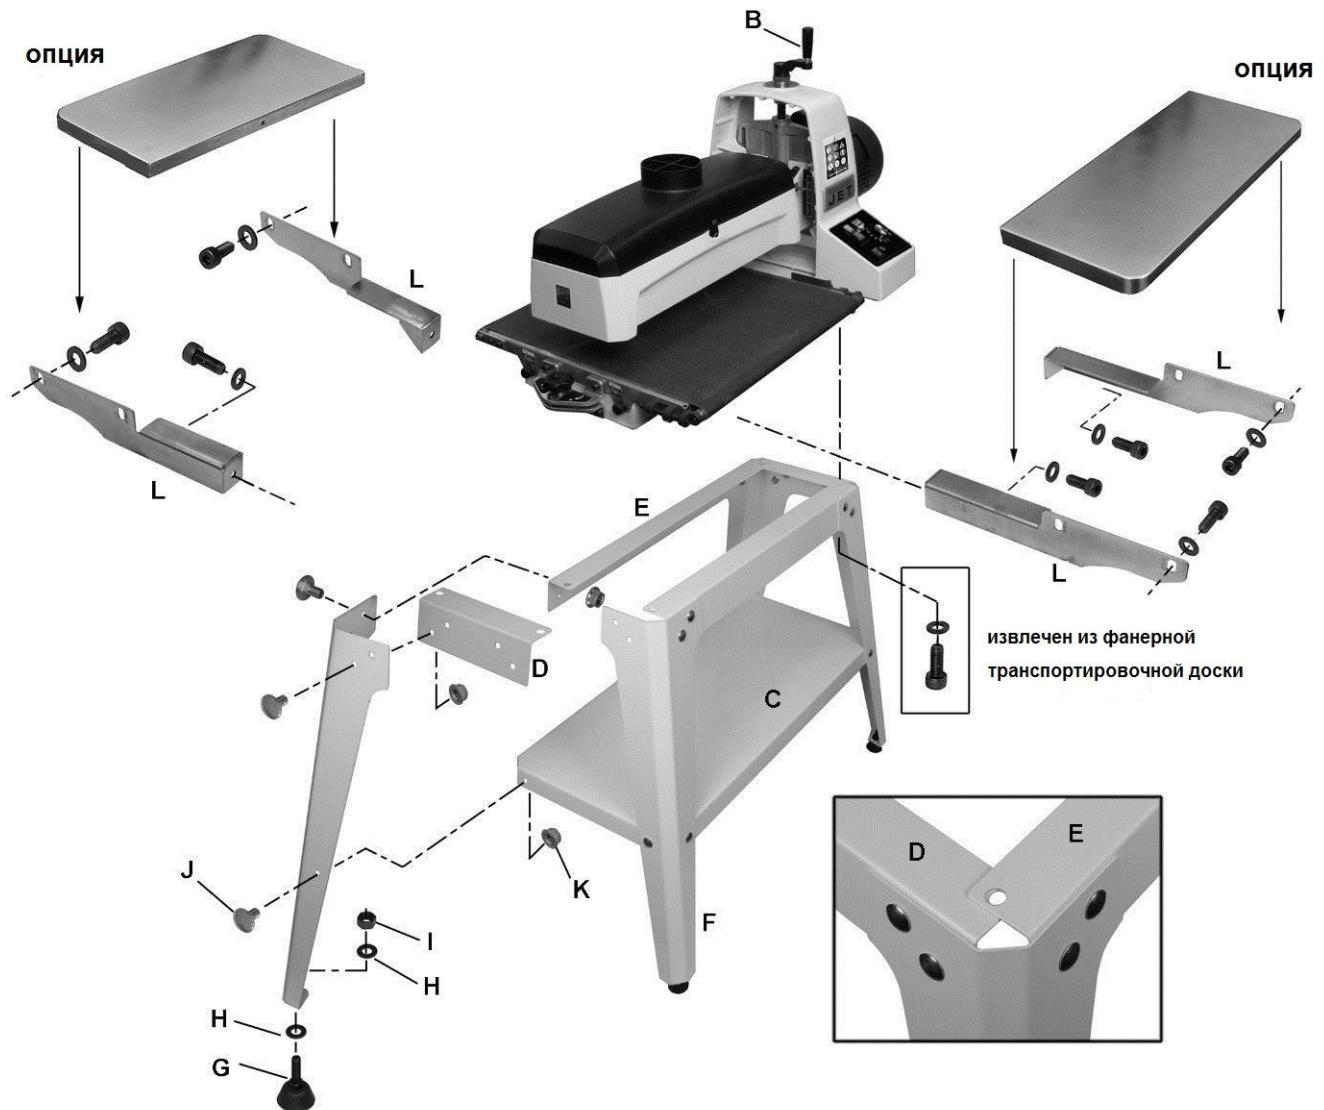

Рис. 6-3: Сборка.
(См. рис. 6-3. Если потребуется дополнительная информация, смотрите взрыв-схему в детализировке).
- Прикрепите ножки (F) к внешней стороне коротких уголков (D) при помощи винтов (J) и контргаек с буртиком (K). Затяните только пальцами.
- Прикрепите длинные уголки (E) к внутренней стороне ножек и поверх коротких уголков (D). Затяните только пальцами. ПРИМЕЧАНИЕ: полка длинного уголка должна быть поверх полки короткого уголка. См. рисунок-вставку на рис. 6-3.
- Переверните стенд вверх ногами. Установите полку (C) на ножки при помощи винтов и контргаек.
- Вставьте выравнивающую опору (G) в нижнее отверстие ножки вместе с шайбой и гайкой.
1. Установите кронштейны (L, Рис. 6-3) на резьбовые отверстия в основании шлифовального станка при помощи винтов с внутр. шестигранником M8x16 и плоских шайб. Убедитесь, что левый и правый кронштейны расположены, как показано на рисунке. Кронштейны должны заподлицо с рабочей поверхностью. ПРИМЕЧАНИЕ: Длинные кронштейны установите спереди (подача), короткие сзади (разгрузка).